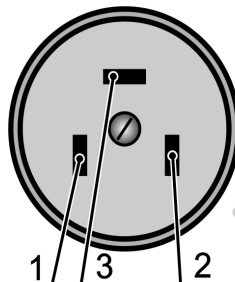

Рис. 27
- Вилка и сетевой шнур после установки прибора должны быть доступны для обеспечения возможности отключения и не должны подвергаться нагреву. Не допускается размещать прибор так, чтобы розетка находилась над рабочей зоной. Подключение должно быть выполнено согласно схемы (рис. 27).